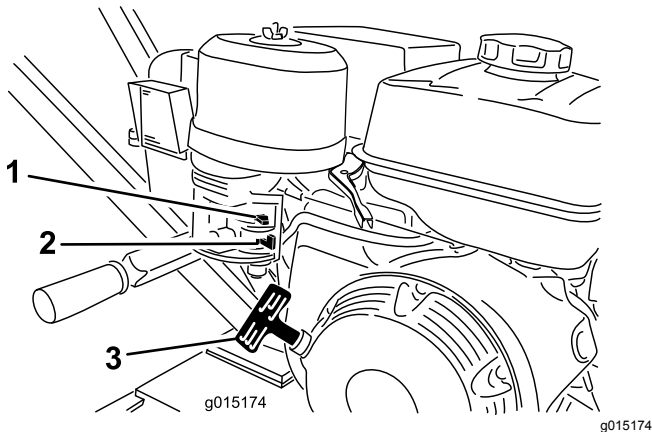

Figure 9
1. Tournez le robinet d'arrivée de carburant complètement à droite en position OUVÈRTE (Figure 9).
2. Réglez la commande de starter à la position EN SERVICE (Figure 9).
5. Tirez légèrement sur la poignée du lanceur jusqu'à ce que vous sentiez une résistance, puis tirez vigoureusement (Figure 9). Relâchez lentement la poignée du lanceur.